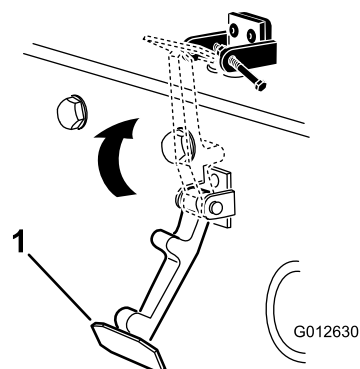

Figure 17
6. Accrochez le loquet du capot sur son support (Figure 17).